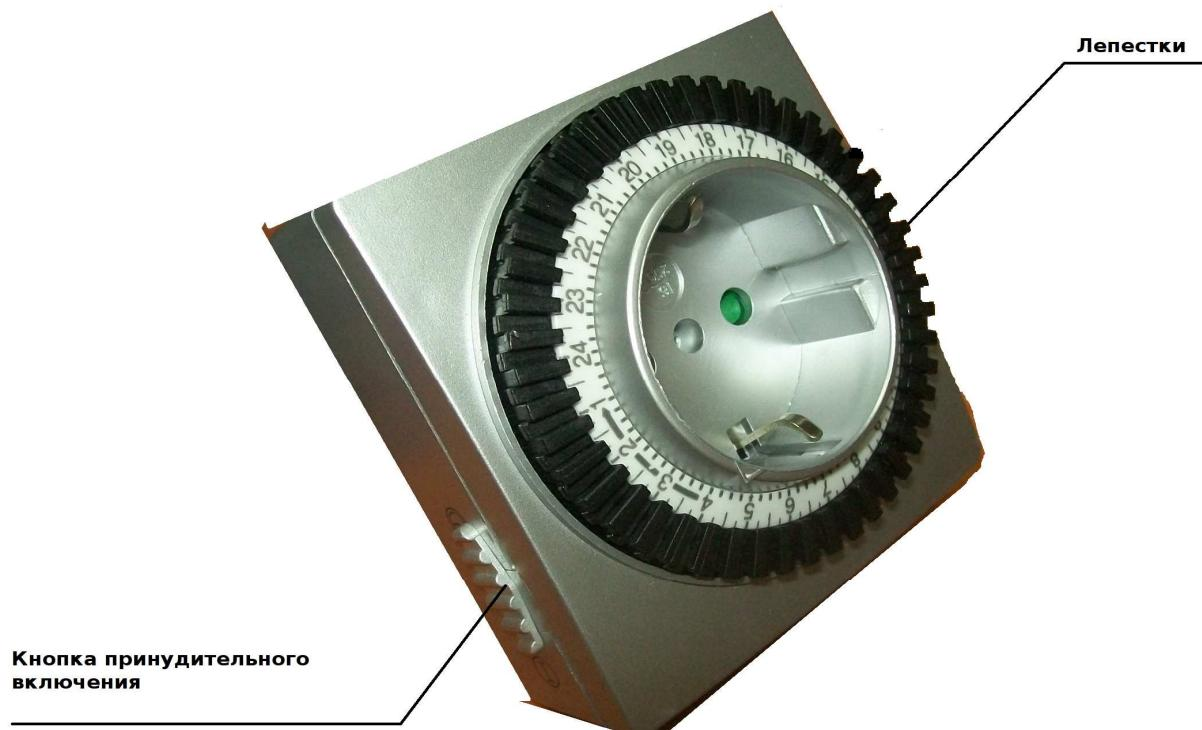

Рис.4 Рабочее положение лепестков при эксплуатации «Биопурита» (Модель таймера может отличаться от изображённой на рисунке)
2.6.4 **Компрессор должен обеспечивать подачу воздуха в систему аэрации в течение 15мин, с интервалом 15мин круглые сутки.** Механический суточный таймер имеет 96 переключателей «лепестков», каждый из которых отвечает за свой 15-минутный отрезок на 24-часовой шкале. (Рис.4 Рабочее положение лепестков при эксплуатации «Биопурита»)